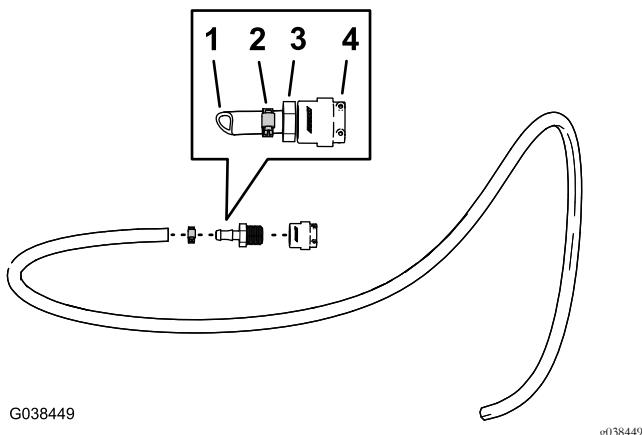

图91
1. 在直通宝塔接头 $\frac{1}{2}$ 英寸的螺纹图91上缠上聚四氟乙烯生料带。
2. 如图91所示将直通宝塔接头 $\frac{1}{2}$ 英寸装入快速连接接头槽。
3. 用软管夹611mm将软管 $1.3 \times 762\text{cm}$ 安装到直通宝塔接头上图91。